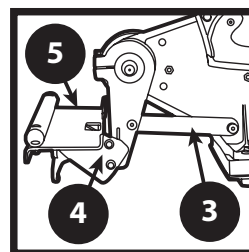

FIGURA 7
5. Con ayuda de una llave de 7/16" y una llave Allen de 5/32", quite el perno del brazo de apoyo de la mesa y fije la barra de soporte al brazo de soporte de la mesa (Figura 7).
7. Con ayuda de una llave Allen de 3/16", quite dos tornillos del bloque de montaje del brazo de soporte de la mesa y fije la mesa de soporte de la cuchilla cortadora. Ajuste bien y asegúrese de colocar la arandela en la parte exterior del soporte, en la mesa de soporte de la cuchilla cortadora (Figura 7).